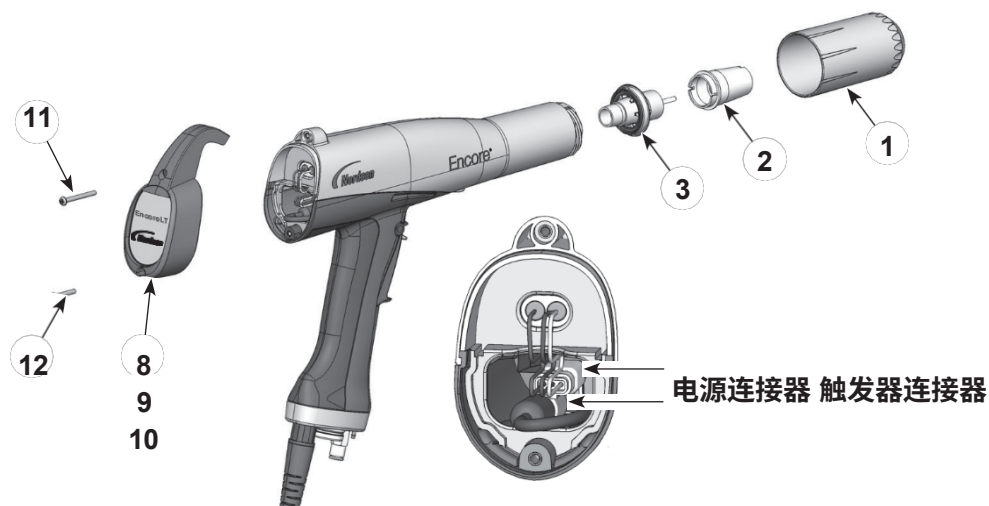

图 12 拆卸喷枪
1. 见图 12。卸下喷嘴螺母 (1)、喷嘴 (2) 和电极组件 (3)。
2. 卸下螺钉 (11、12) 和挂钩 (10)、盖子 8) 和外壳 (9)。
4. 见图 12。如图所示安装盖子 (8)、外罩 (9) 和挂钩 (10)。
5. 将电极组件 (3) 安装到枪体前部。确保电线
2. 见图 12。从外壳 (9) 上卸下底部螺丝 (12)。
6. 将手柄底座 (27) 推到手柄和接地垫上，并牢牢拧紧底座上的两个 M3 x 20 螺栓 (12)。
7. 见图 12。将底部 M3 x 20 螺丝 (12) 装入外壳 (9) 并拧紧。